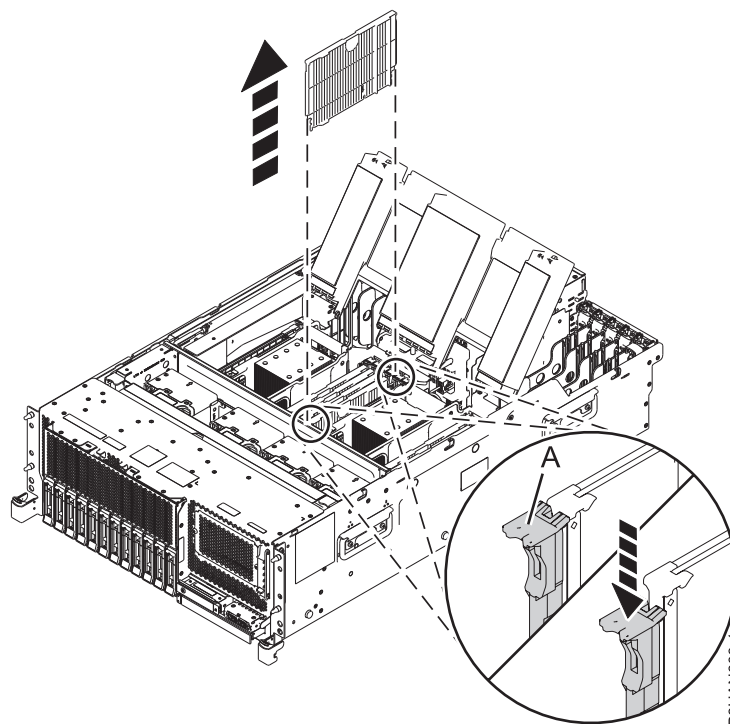

Figure 2. Retrait d'un obturateur de module de mémoire d'un emplacement de module de mémoire dans un système 8247-42L, 8286-41A ou 8286-42A
- a. Pour débloquer l'obturateur de module de mémoire de son connecteur dans l'emplacement, appuyez sur les languettes de verrouillage (A) dans la direction illustrée à la figure 2, à la page 5. La pression exercée sur les languettes force l'obturateur de module de mémoire à sortir du connecteur.